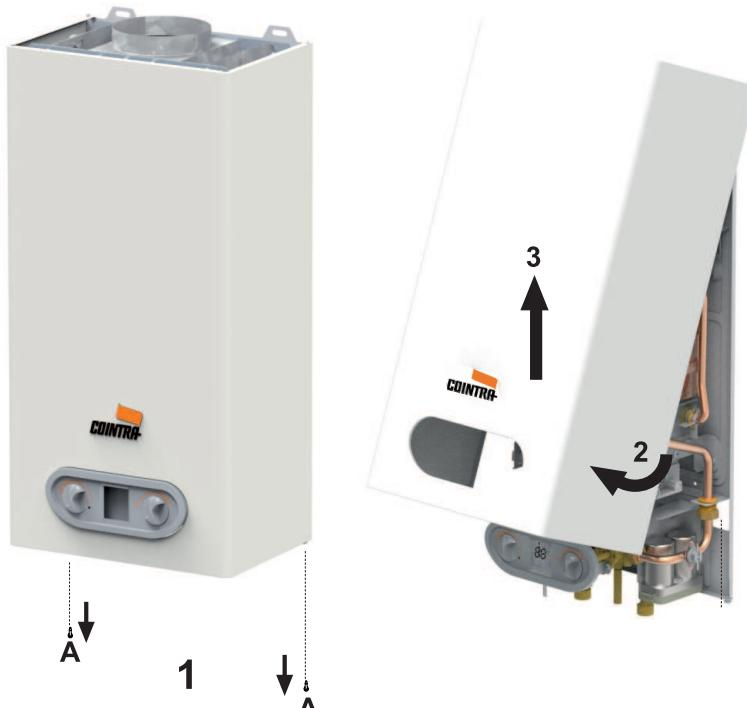

fig. 9 - Ouverture du couvercle
1. Dévissez les vis A (voir fig. 9).
2. Tournez le boîtier (voir fig. 9).